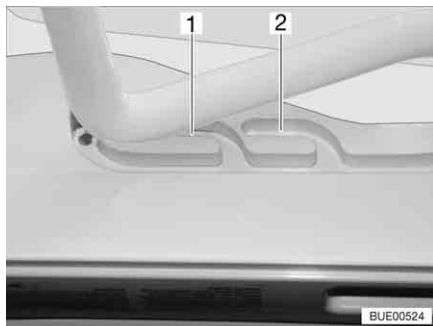
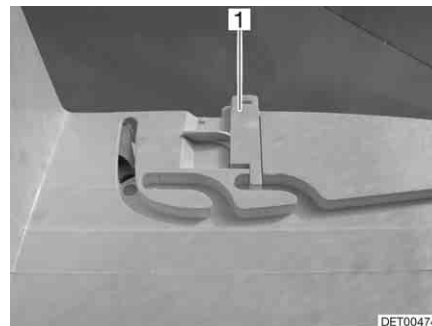

Fig. 42 Guida (posizione di ricircolo d'aria)
Fig. 43 Bloccaggio (posizione di ricircolo d'aria)
È possibile portare l'oblò Heki in due posizioni di ricircolo d'aria: Posizione brutto tempo (Fig. 42,1) e posizione centrale (Fig. 42,2). A seconda del modello è possibile bloccare l'oblò nella posizione centrale con il chiavistello (Fig. 43,1).
- Premere la staffa leggermente verso l'alto, spingerla nella guida selezionata (Fig. 42,1 o 2) ed eventualmente bloccarla.